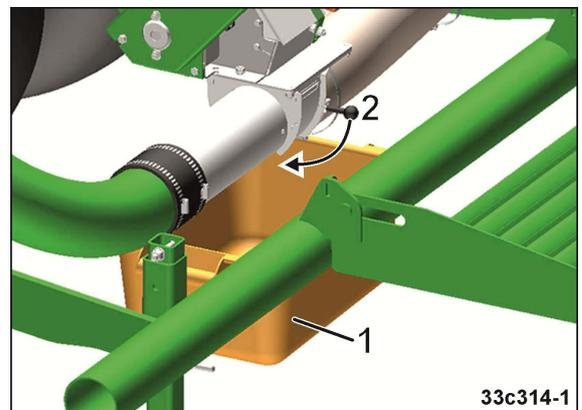
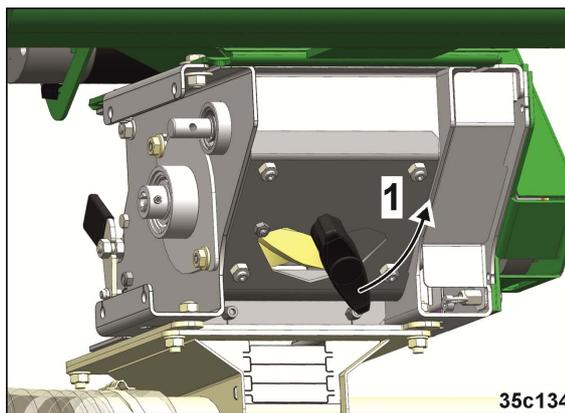

Fig. 71
Fig. 72
3. Colocar la cubeta debajo del dosificador (Fig. 71/1).
4. Abrir la compuerta del canal inyector (Fig. 71/2) para que el resto del producto caiga a la cubeta de giro.
5. Abrir la trampilla de vaciado residual girando la empuñadura (Fig. 72/1).
8. Cerrar con cuidado la compuerta de vaciado residual (Fig. 72/1) y la compuerta del canal inyector (Fig. 71/1) y sujetar las cubetas de giro en el soporte de transporte.